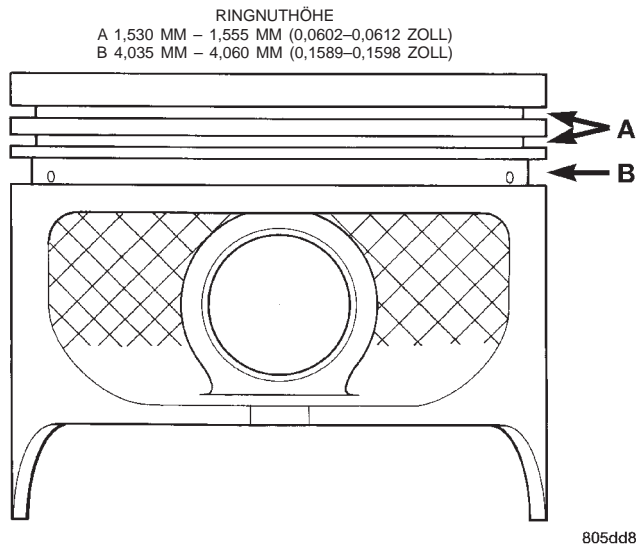
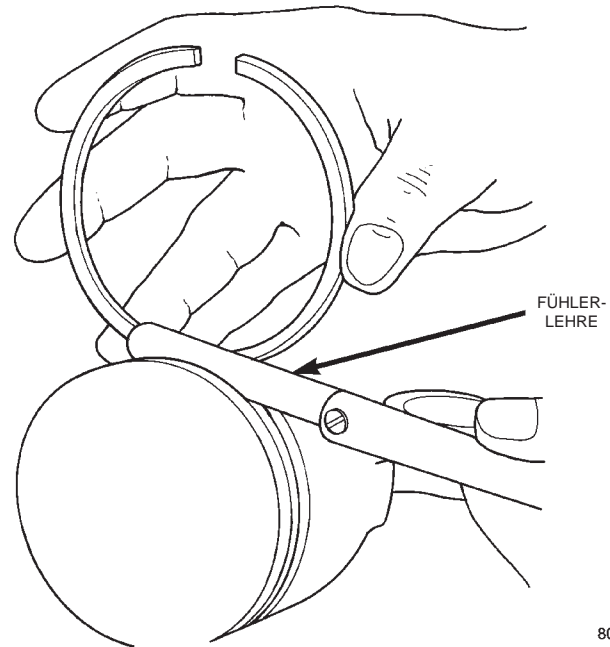

Abb. 5 Messen des Kolbenring-Nutspiels
Abb. 6 Messen des Kolbenring-Höhenspiels
(3) Nutspiel der Kolbenringe messen. Hierzu ein passendes Fühlerlehrenblatt zwischen Steg und Kolbenring schieben (Abb. 5), (Abb. 6). Kolbenring in der Nut drehen. Er muß sich leicht über den gesamten Nutumfang drehen lassen.